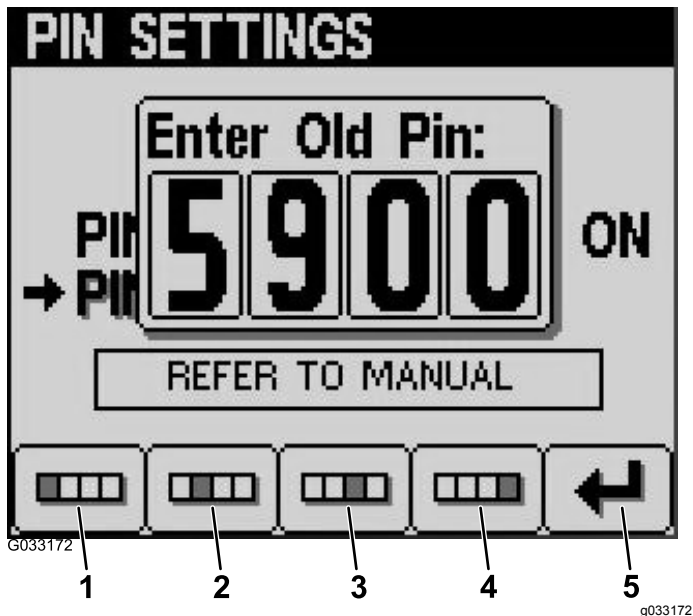

Рисунок 24
6. Введите свой старый ПИН-код при помощи кнопок с 1 по 4 и по завершении ввода нажмите кнопку 5 (Рисунок 24).